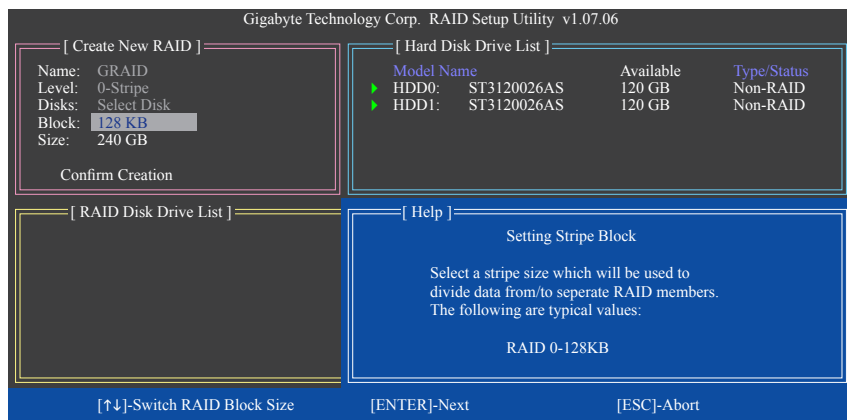

図6
4. **Set Block Size (RAID 0 only):** Block項目の下で、上または下矢印キーを使用してストライプブロックサイズを 4 KB~128 KBの範囲で選択します(図 6)。<Enter>を押します。